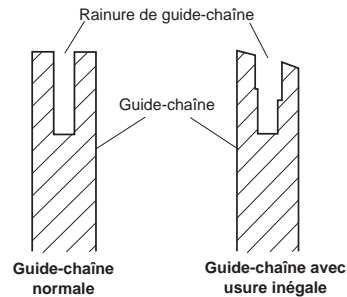

Figure 20 - Coupe transversale d'une guide-chaîne montrant une usure inégale
La plupart des problèmes de guide-chaîne sont causés par son usure inégale. La cause en est souvent l'affûtage incorrect des taillants de la chaîne et le réglage incorrect des limiteurs de profondeur. Lorsque la guide-chaîne s'use de manière inégale, sa rainure s'élargit. (voir la Figure 20.) Ceci fait claquer la chaîne et sauter les rivets. La tronçonneuse ne peut plus scier droit. Il faut dans ce cas remplacer la guide-chaîne.
2. Retirer périodiquement la sciure se trouvant dans la rainure de la guide-chaîne. Utiliser un couteau à mastic ou un morceau de fil de fer (voir la Figure 20).